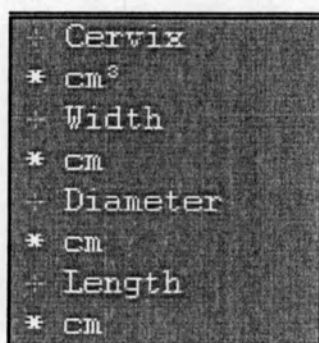

Рисунок 4.35.2
- 3) Для определения размеров и объема шейки матки (Cervix), выполните действия согласно инструкциям для определения размеров и объема яичников (см. раздел 4.3.5 2). Результаты измерений отображаются в окне 10 (см. рис. 4.35.2) и заносятся в соответствующий протокол обследования;